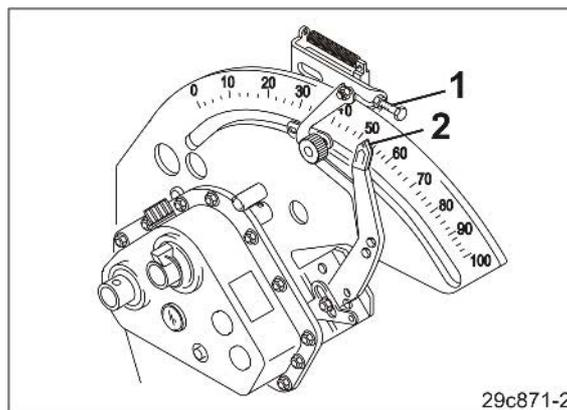

Fig. 156
3. Ajustar con el tornillo de ajuste (Fig. 156/1) el indicador (Fig. 156/2) de la palanca del engranaje a la posición deseada para la dosis de siembra alta.
Desatornillar el tornillo de ajuste (Fig. 156/1):
Atornillar el tornillo de ajuste (Fig. 156/1):